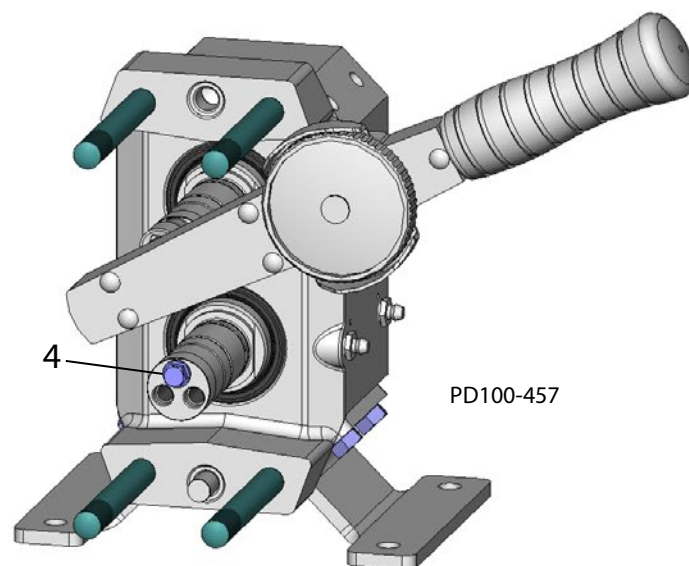

Figura 50 - Verificați cuplul de rulaj
- Montați un șurub cu urechiușă (Figura 50, articol 4) în găurile filetate ale fiecărui ax și verificați cuplul de rulaj al fiecărui ansamblu de ax cu o cheie de cuplu.